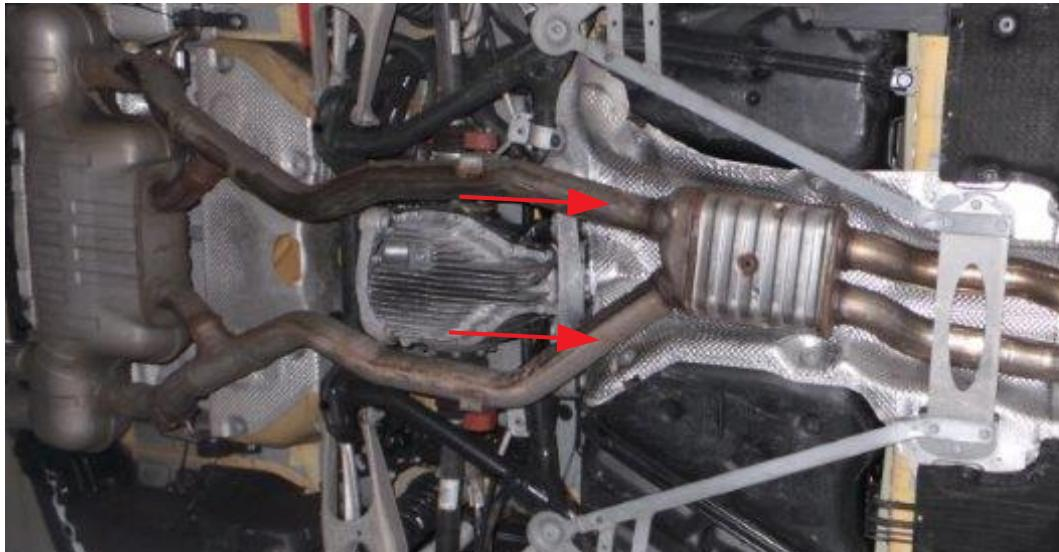

Abb. 3:Trennstelle zu Original
1. Zum Montieren der Capristo -TÜV- Anlage muss die original Abgasanlage demontiert und anschließend geschnitten werden. s.Abb. 3